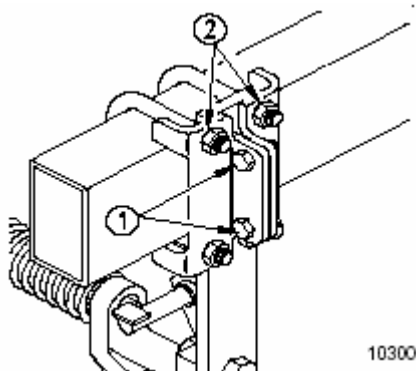

Рисунок 3-3
2. Чтобы закрутить фиксирующий зажим, см. Рисунок 3-3. Наживите болты зажима с шестигранной головкой (1), чтобы U-образные болты плотно сидели с каждой стороны пружинного механизма ножа.
3. Закрутите гайки (2) на U-образных болтах.